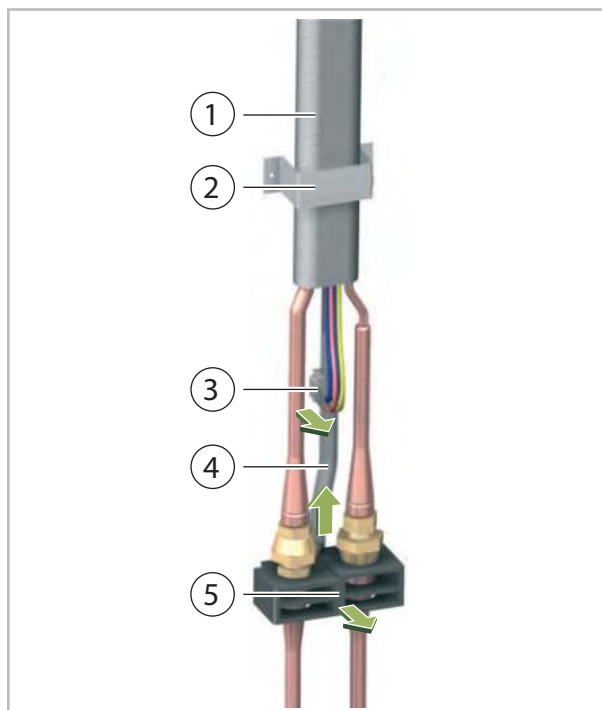

Fig. 13: Démontage de la conduite de raccordement
5. ➤ Dévissez le collier de fixation de la conduite de raccordement (Voir la Fig. 13).
6. ➤ Appuyez sur la patte latérale du connecteur et enlevez la fiche de la prise (Voir la Fig. 13).
7. ➤ Enlevez la partie supérieure du support en dévissant les deux vis (Voir la Fig. 13).
8. ➤ Enlevez le tuyau de condensat (Voir la Fig. 13).